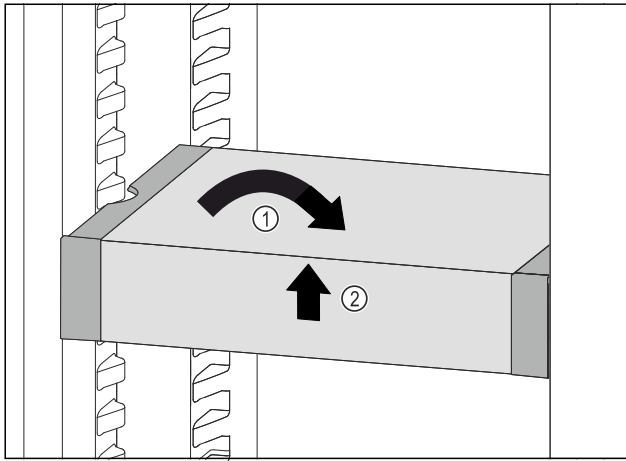

Fig. 102
- ▶ Вирівняти VarioSafe. Fig. 102 (1)
- ▶ Підняти VarioSafe спереду. Fig. 102 (2)